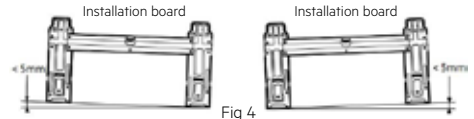

Fig 4
- Desmonte la placa de instalación de metal de la unidad interior. Ajuste la placa de instalación a la posición horizontal. La diferencia de altura entre los lados izquierdo y derecho de la placa de instalación debe ser inferior a 5 mm. (Fig. 4)